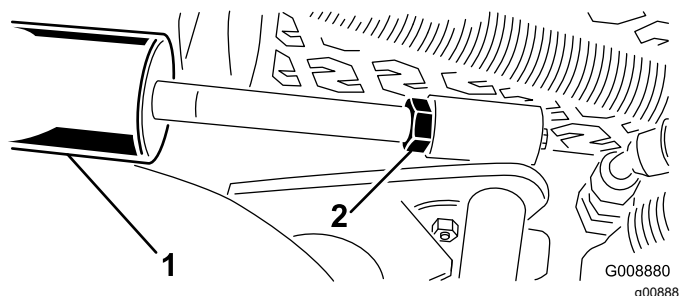

Figura 29
- A. Baixe as unidades de corte e solte a porca de bloqueio do cilindro (Figura 29).